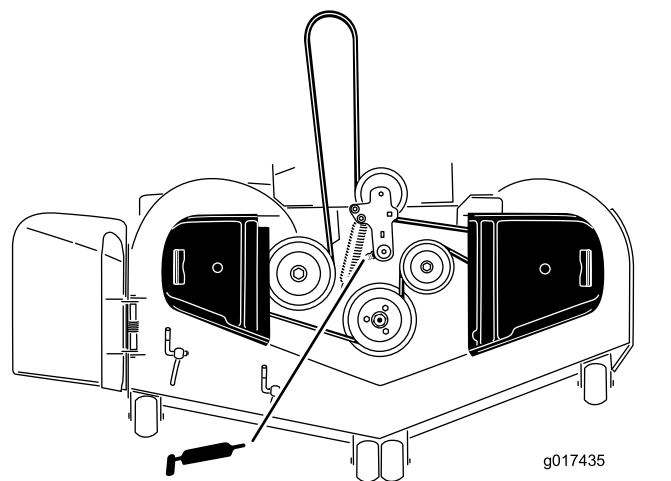

Figure 38
3. Graissez le pivot de la poulie de tension du plateau de coupe jusqu'à ce que la graisse ressorte par le bas (Figure 38).